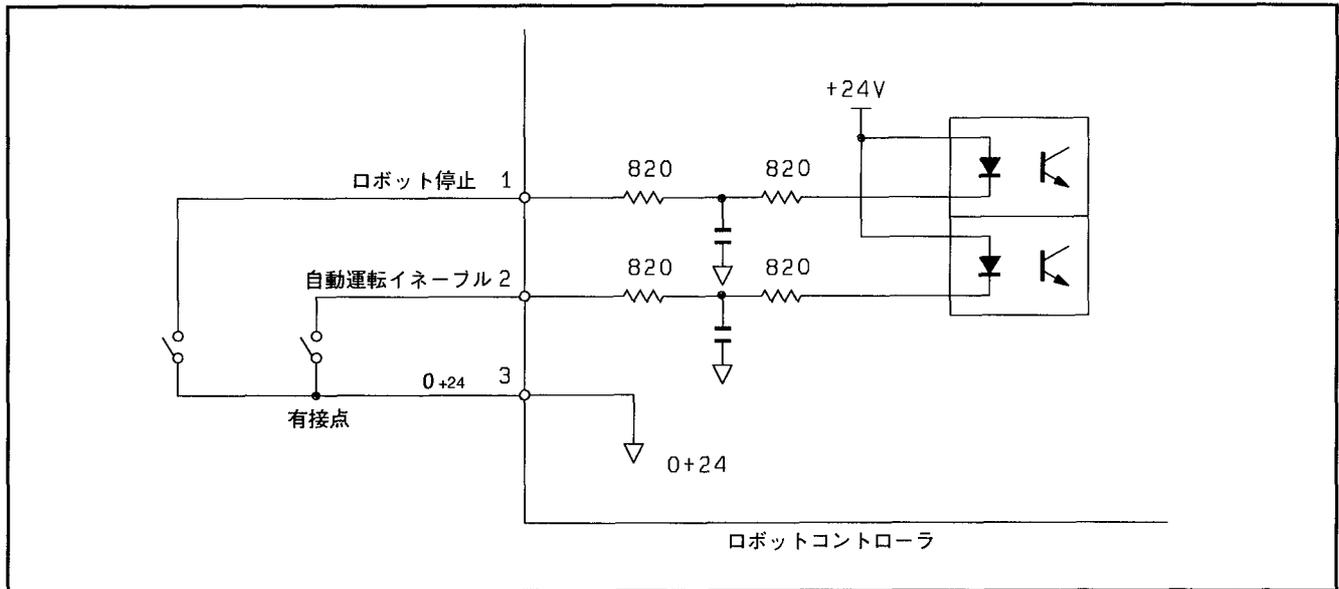
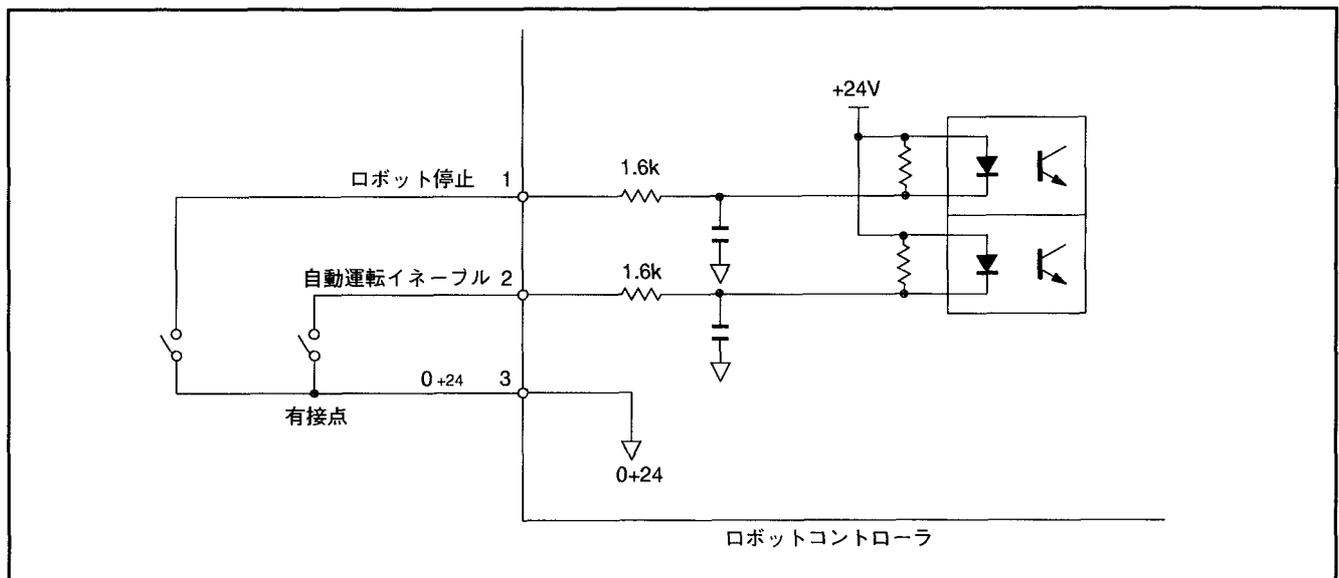

図5-49 入力回路（ロボット停止，自動イネーブル）・・・タイプAコントローラ（P6-14参照）
図5-49-1 入力回路（ロボット停止，自動イネーブル）・・・タイプBコントローラ（P6-14参照）
- ⑦ 「ロボット停止」と「自動運転イネーブル」の信号については、必ず有接点のハード回路で構成してください。
- ⑧ これらの信号だけは、他の入力回路と異なり、図5-49と図5-49-1のような回路構成で、電源はロボットコントローラからのものを使用します。